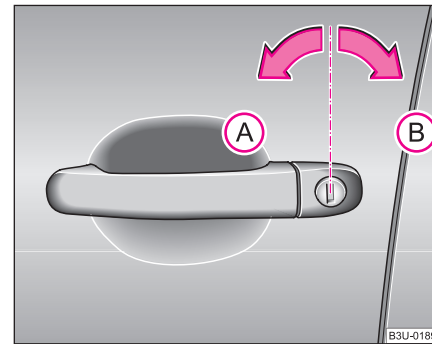

Fig. 23 Pozițiile cheii pentru încuiere și descuiere
- Rotiți cheia în încuietorea ușii conducătorului auto în poziție de descuiere **A** ⇒ fig. 23 spre stânga.
- Rotiți cheia în încuietorea ușii conducătorului auto în poziție de încuiere **(B)** spre dreapta ⇒ pagina 43, fig. 23.